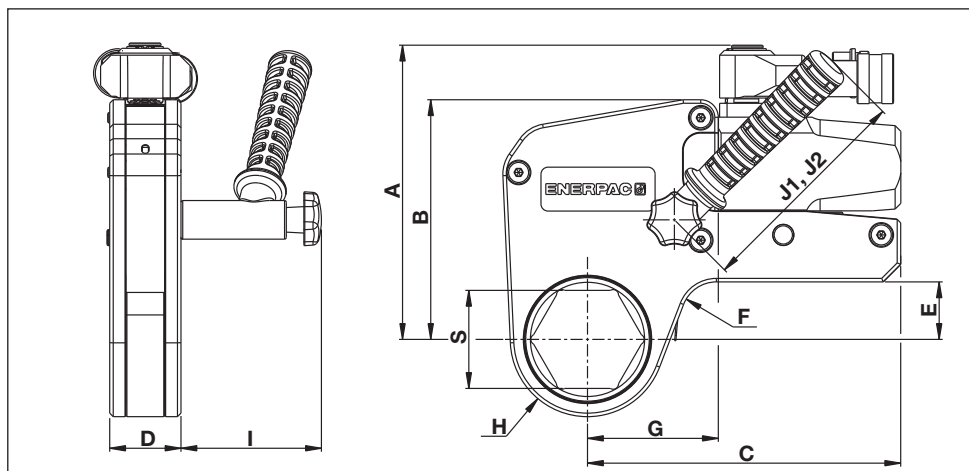

Fig. 22
6.1 Capacités, dimensions et autres données produits (fig. 22)
6.2.1 Tableau du système métrique : cassettes des séries W2000X, W4000X et W8000X (voir les cotes S, H et G sur la fig. 22)
6.2.2 Tableau du système métrique : cassettes de la série W15000X (voir les cotes S, H et G sur la fig. 22)